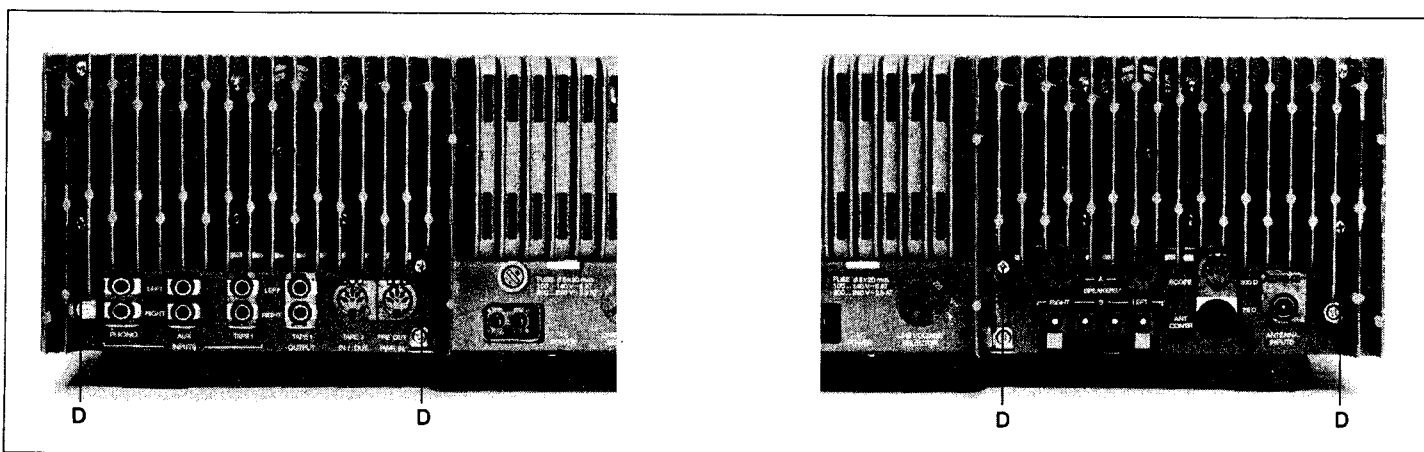

Fig. 2.3
- Am Kühlkörper 4 Schrauben Ⓢ lösen und Kühlkörper mit Endstufenprints nach unten kippen (Fig. 2.3).
- Unfasten 4 screws Ⓢ on heat sink and tilt heat sink down together with power stage circuit boards (Fig. 2.3).
- Retirez les 4 vis Ⓢ des radiateurs puis faites basculer ceux-ci et les circuits de l'étage de puissance vers le bas (fig. 2.3).